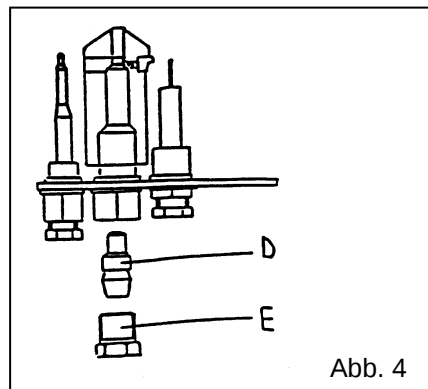

Abb. 4
5.2 Austausch der düse des Wachflammenbrenners (Abb. 4)